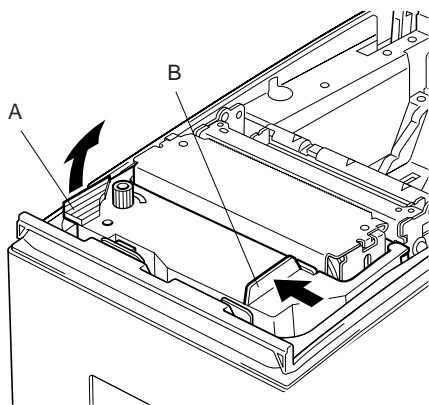

Abb. 5-3 Farbbandkassette ausbauen
**Hinweis:** Beim Entfernen der Farbbandkassette den Teil A anheben und dann die Kassette an Teil B halten und Abziehen wie in Abbildung 5-3 gezeigt.
- ① Druckerabdeckung öffnen.